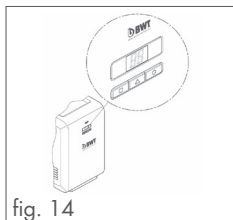
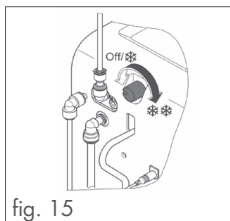

fig. 14
fig. 15
- Si le croisillon Blue® clignote en rouge et que la mention E4 ou E6 s'affiche à l'écran, la robinetterie et le refroidisseur/appareil à eau gazeuse doivent être synchronisés comme suit, voir fig. 14:
Commande, voir fig. 14.
Affichages à l'écran, voir fig. 14.
Régler la température de l'eau refroidie et gazeuse au niveau du refroidisseur/appareil à eau gazeuse, voir fig. 15. Régler la taille du filtre, voir fig. 14.
Régler la dureté carbonatée au niveau de refroidisseur/appareil à eau gazeuse, voir colonne B du tableau, et fig. 14.
Réinitialiser la capacité résiduelle du filtre après le remplacement de la cartouche de filtre, voir fig. 14.
Rétablissement des réglages par défaut, voir fig. 14.